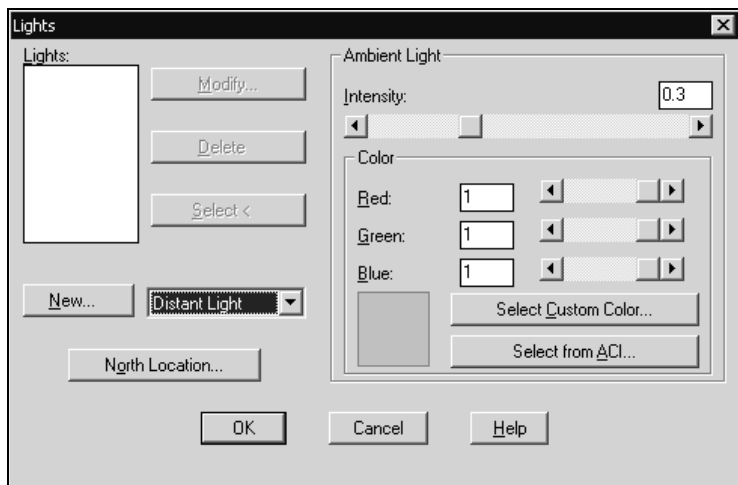

Рис. 10.12. Диалоговое окно **Lights**
2. В диалоговом окне **Lights** (Источники света) (рис. 10.12) в поле **Ambient Light** (Рассеянный свет) с помощью бегунка установить значение интенсивности света, которое изменяется от 0 до 1. При нулевом значении интенсивности фоновый источник выключен, а при 1 происходит наибольшая засветка изображения. По умолчанию установлено значение 0.3.
2. В диалоговом окне **Lights** (Источники света) (см. рис. 10.12) выбрать из выпадающего списка **Distant Light** (Удаленный источник) и нажать кнопку **New** (Новый).